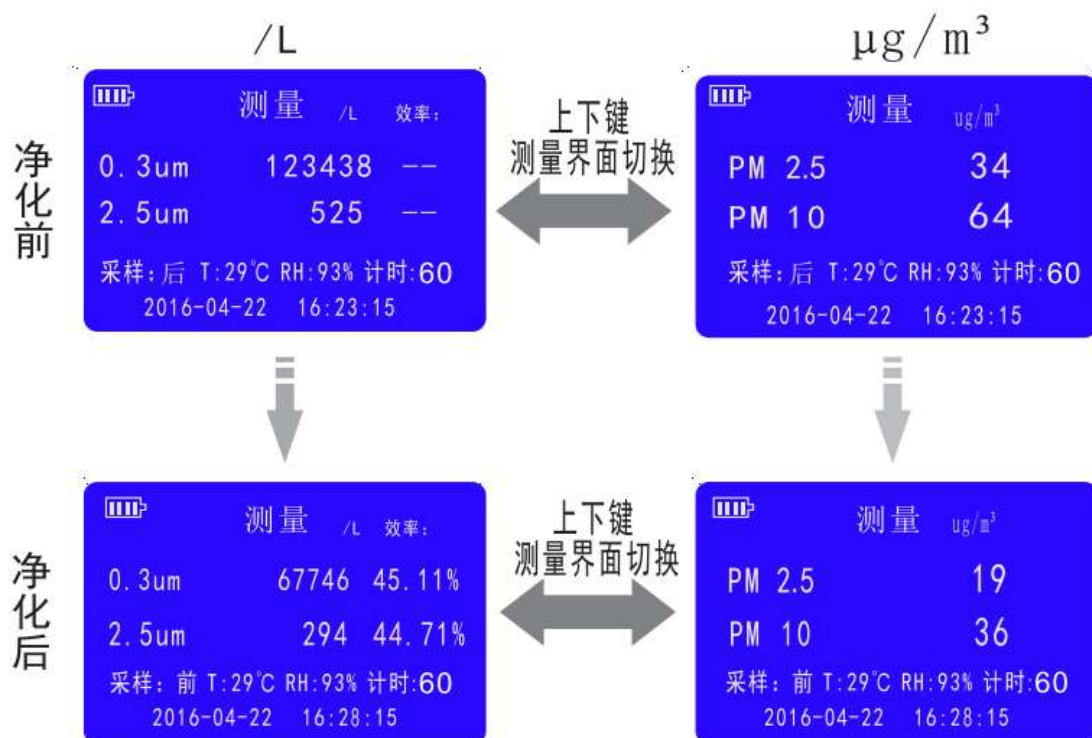

图 10 测量页面模式切换
- “RUN/STOP”: 选择空气净化器进风口前, 按此键启动 60s 采样前颗粒物数据后, 测量页面自动跳转到“采样: 后”, 选择空气净化器出风口, 再次再次按动此键启动 60s 采样后颗粒物数据, 仪器自动计算保存净化效率。如需重复测量, 仪器自动跳转到“采样: 前”, 启动此按键。(如图 10)
- 模式切换: 通过“”、“”切换“/L”与“ug/m³”界面。(如图 10 所示)